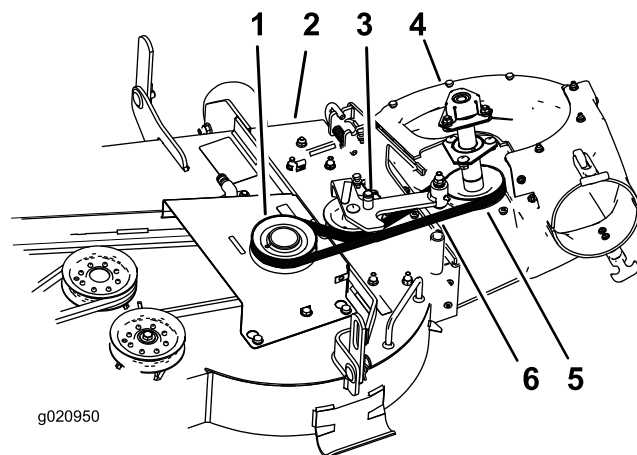

Figure 29
4. Tirez sur la poulie de tension à ressort pour détendre la courroie (Figure 29).
8. Faites passer la courroie neuve autour des poulies de ventilateur (Figure 29).
10. Faites passer la courroie neuve autour de la poulie du tablier de coupe (Figure 29).
13. Tirez la poulie de tension rappelée par ressort en arrière et chaussez la courroie dessus (Figure 29).